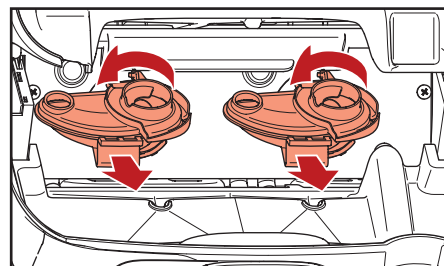

Рис. 5.10 - Убрать смесительные емкости
- b. Повернуть смесительные емкости против часовой стрелки для их расцепления и натянуть для извлечения (рис. 5.10).